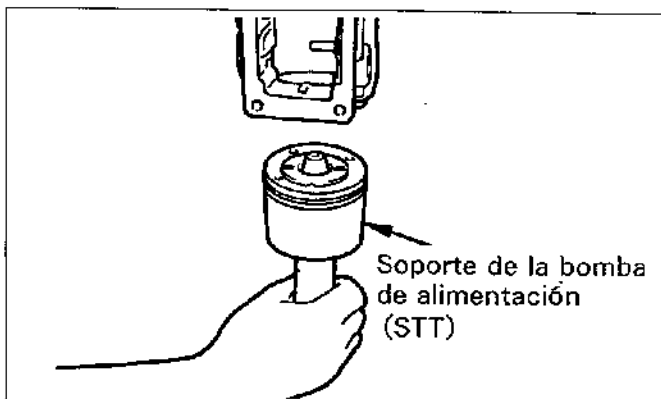

Figura.14-5 Inserción de la bomba de alimentación
(2) Coloque el conjunto (rotor, forro, paletas y cubierta de la bomba de alimentación) en el soporte de la bomba (STT), e insértelo entonces en la envoltura. (Vea la figura.14-5)